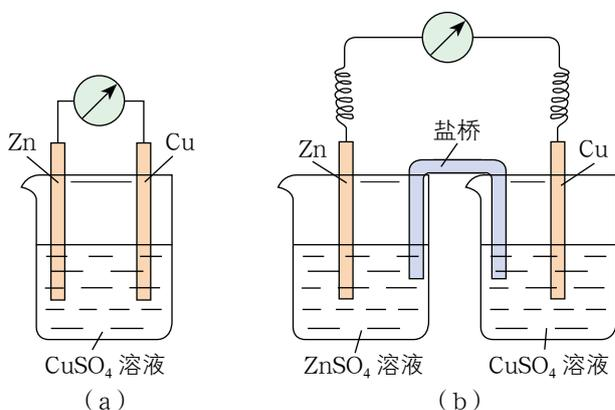

图1-2-2 铜锌原电池
你认为图 1-2-2 所示装置是否能够构成原电池将化学能转化成电能？请说明理由。
按图 1-2-2 组装装置进行实验，观察并记录实验现象。
1. 分析图 1-2-2 所示 (a) (b) 两个原电池各部分的作用，确定其电极反应物、电极材料和离子导体。
2. 分析图 1-2-2 所示 (a) (b) 两个原电池的工作原理，写出电极反应。
3. 比较图 1-2-2 所示 (a) (b) 两个原电池，说明各自的优缺点。
分别采用图 1-2-2 (a)、1-2-2 (b) 所示装置进行实验时，检流计的指针均发生了偏转，说明均有电流产生，即发生了化学能转化为电能的过程，(a) (b) 都形成了原电池。进一步分析可知，图 1-2-2 (a)、1-2-2 (b) 所示原电池中，负极反应物和负极材料均为锌片，正极反应物均为  $\text{CuSO}_4$  溶液，正极材料均为铜片；图 1-2-2 (a) 所示原电池的离子导体为  $\text{CuSO}_4$  溶液，而图 1-2-2 (b) 所示原电池则由  $\text{CuSO}_4$  溶液、 $\text{ZnSO}_4$  溶液和盐桥共同做离子导体，构成离子移动的“通道”。
根据电流的方向可知，图 1-2-2 (b) 所示原电池的电极上发生的反应与图 1-2-2 (a) 所示原电池的相同：锌原子失去电子被氧化成  $\text{Zn}^{2+}$  进入溶液，锌片上的电子通过导线流向铜片； $\text{CuSO}_4$  溶液中的  $\text{Cu}^{2+}$  在铜片上获得电子，被还原成铜沉积在铜片上。在图 1-2-2 (b) 所示的原电池中，盐桥中的阴离子（如  $\text{Cl}^-$ ）进入  $\text{ZnSO}_4$  溶液，阳离子（如  $\text{K}^+$ ）进入  $\text{CuSO}_4$  溶液。
在图 1-2-2 (b) 所示原电池中, 两个电极反应是在彼此隔离的条件下进行的, 锌与  $\text{Cu}^{2+}$  不直接接触, 这样可以使我们更清楚地认识电池中发生的化学反应。